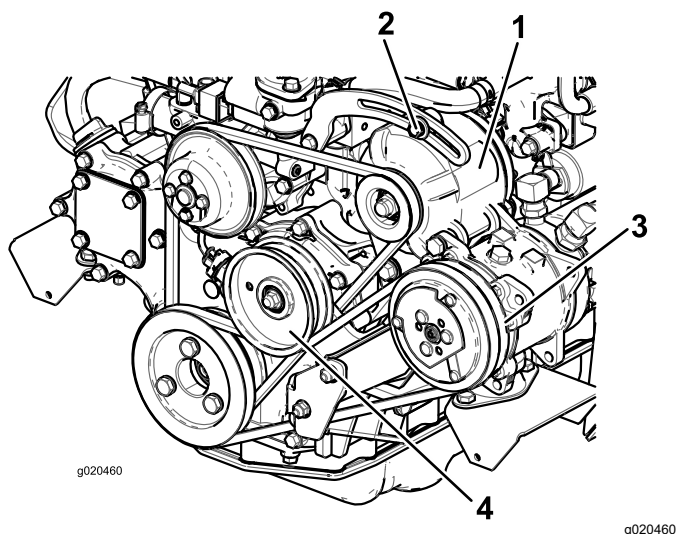

Figura 75
Se a deslocação obtida não for igual a 10 mm, deve desapertar os parafusos de montagem do alternador (Figura 75).
2. Se o desvio obtido não for igual a 10 mm, deverá libertar o parafuso de montagem da polia intermédia (Figura 75).